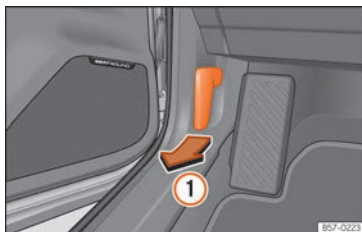

Fig. 13 Palanca de desbloqueo en el espacio reposapiés del conductor.
- Abra la puerta y tire de la palanca que hay debajo del tablero de instrumentos »» fig. 13 ①.